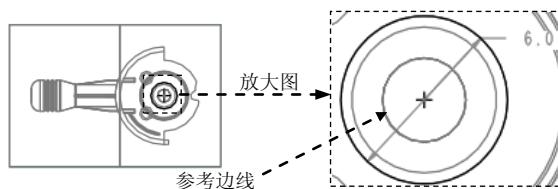

图 10.40 截面草图
(3) 绘制截面草图。进入草绘环境后，绘制图 10.40 所示的截面草图，完成截面的绘制后，单击“草绘”操控板中的“确定”按钮 。